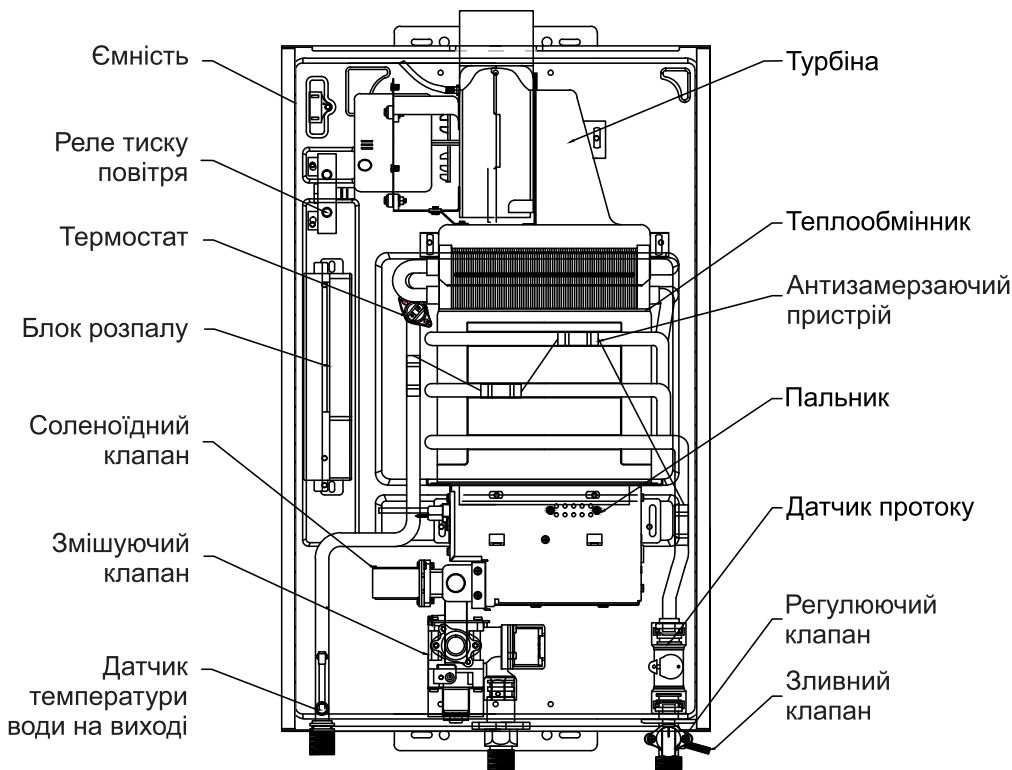

Рис.2 Будова апарата
5.3. Конструкція наведена на рис. 2.